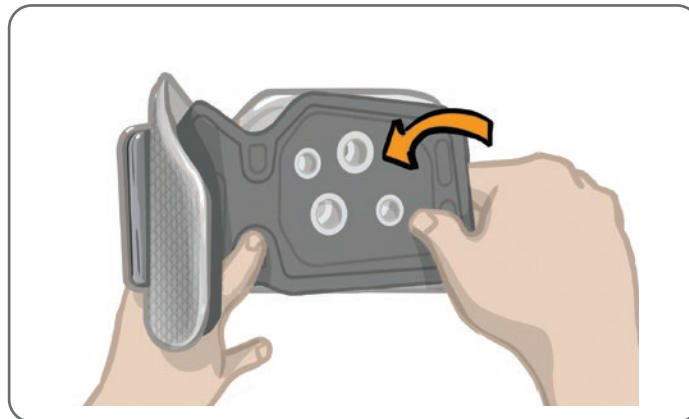

Figura 6-4: Applicazione del pannello personale
1. Se si utilizza il pannello personale della misura normale, fissare i quattro fori di aggancio ai corrispondenti fori di connessione sul gambale per la parte inferiore della gamba (Figura 6-4).